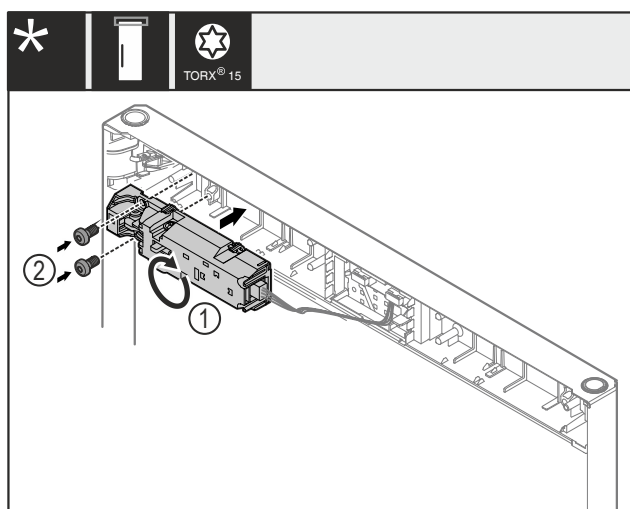

Fig. 24
- Otočte dálkový zámek Fig. 24 (1) o 180° a namontujte jej na protější straně.
- Dálkový zámek Fig. 24 (1) upevněte šrouby Fig. 24 (2).